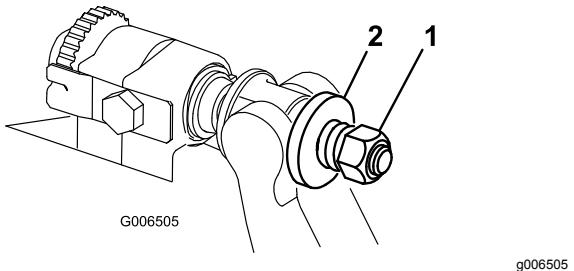

Figura 32
- Serrate il dado di tensione della molla finché la molla non si schiaccia, quindi allentate di 1/2 giro (Figura 32).